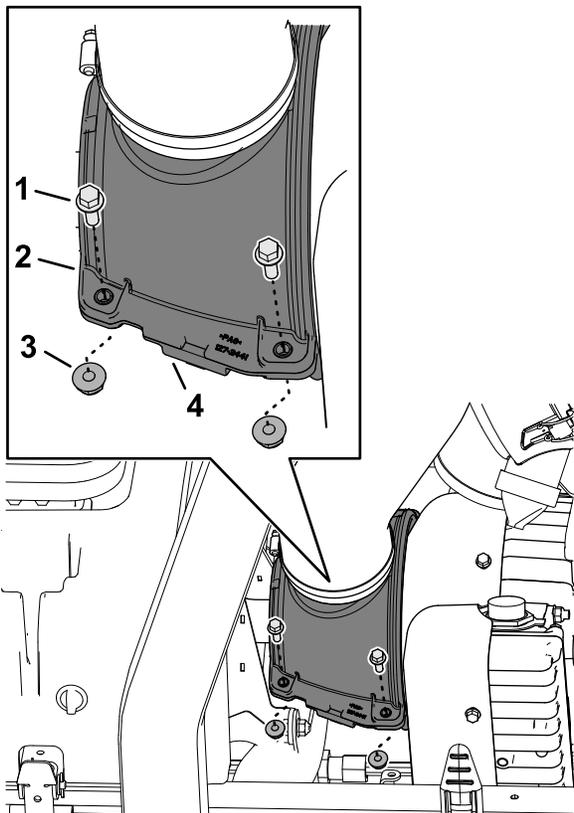

図 71
3. 上下のシュラウドと圧縮制限ピンを合わせた状態で、フランジヘッドキャップスクリュー4本とフランジロックナット4個で固定する 図 71。